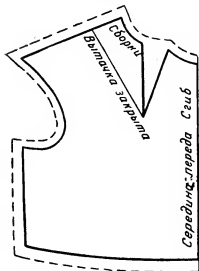

Рис. 281. Раскрой блузок со сборками и вытачками по горловине
**Раскрой.** Нагрудную вытачку следует закрыть (рис. 281) и разрезать по линии нанесения фасона (разреза). Вытачка перей-